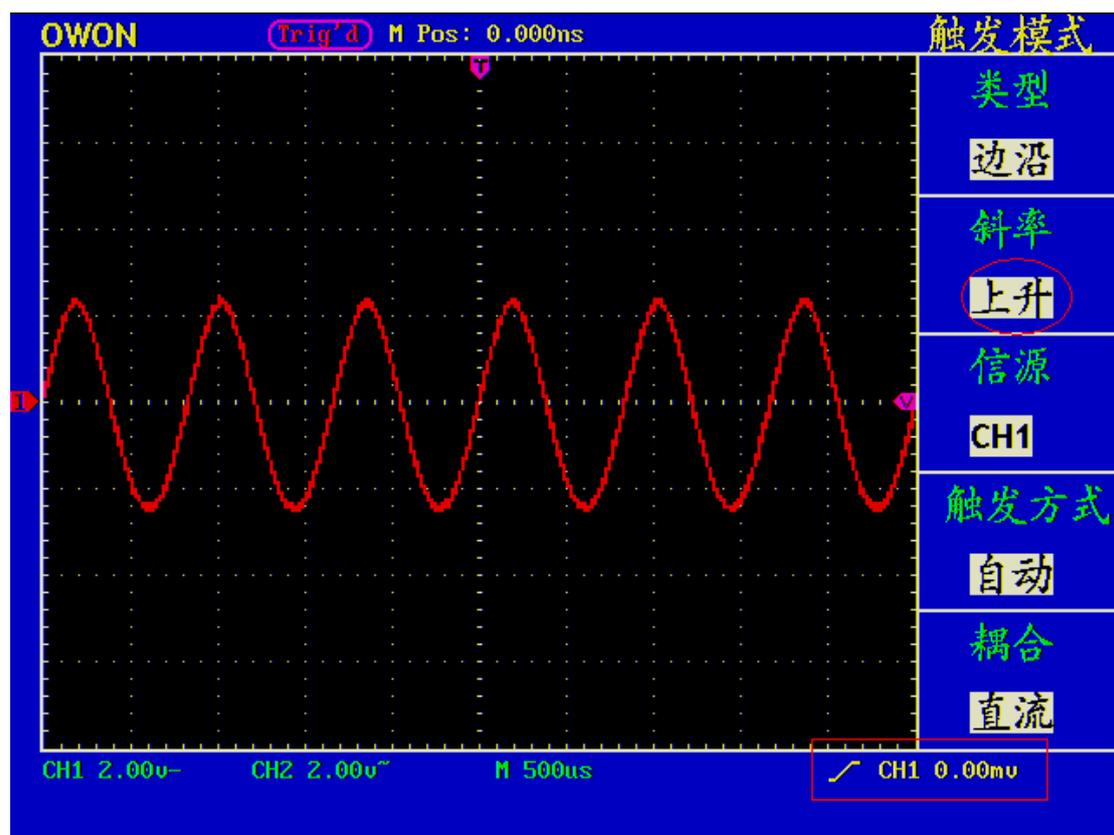

图 28: 上升沿触发波形
- 6、按 **F5** 菜单选择按键，选择耦合为 **直流**。屏幕显示见图28。